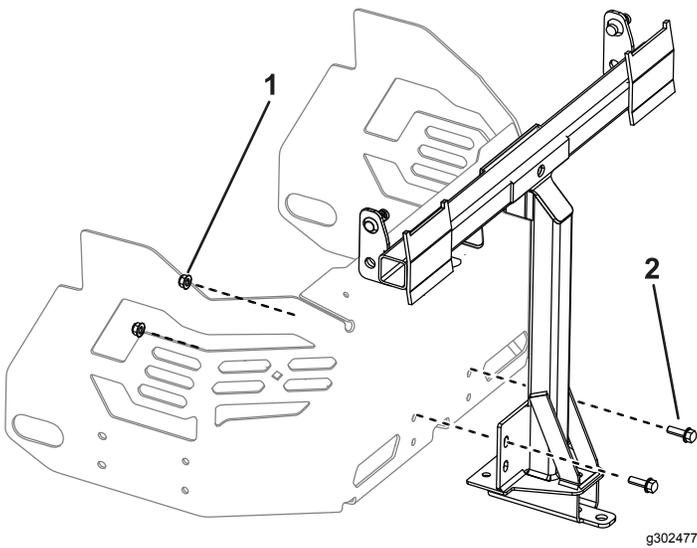

Bild 3
2. Befestigen Sie den Stabilisatorbügel mit zwei Schlossschrauben (5/16" x 3/4") und zwei Sicherungsmuttern (5/16") an der Motorschutzvorrichtung, wie in **Bild 3** abgebildet.